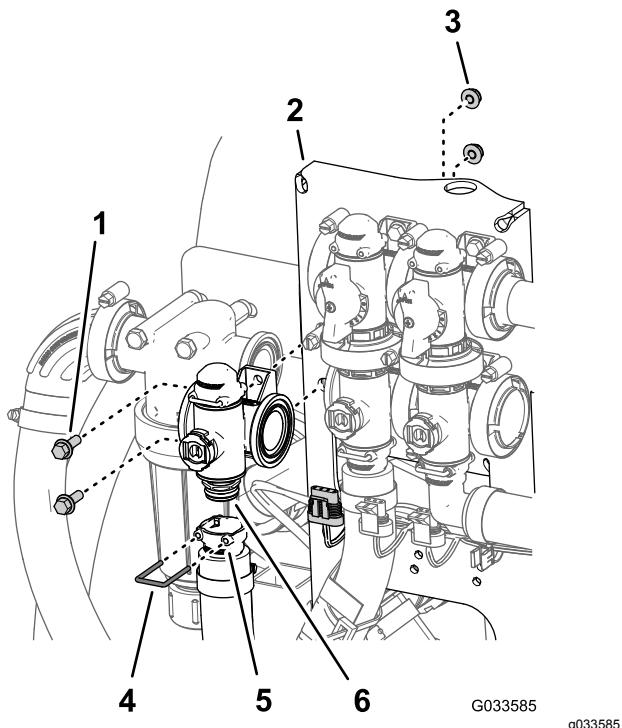

Figura 99
| 2. Rimuovete il fermo che fissa il raccordo di uscita al connettore del collettore per la valvola di controllo del volume (Figura 99). | |
- Rimuovete i 2 bulloni a testa flangiata (1/4" x 3/4") e 2 dadi di bloccaggio flangiati (1/4") che fissano la valvola di controllo del volume al supporto della valvola e rimuovete il collettore della valvola dalla macchina (Figura 99).